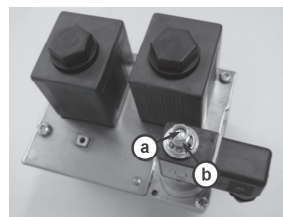

Рис. 17
7. на гайку модулятора (рис. 17/b) газового клапана установите ключ № 8 и поворотом налево или направо настройте максимальную мощность котла согласно табл. 6..
2. Осторожным поворотом пластмассового винта (рис. 17/b) с помощью крестовой отвертки дорегулируем на модуляторе газового клапана сниженную мощность согласно табл. 6. Сконтролируйте функцию регулятора давления для минимальеой мощности